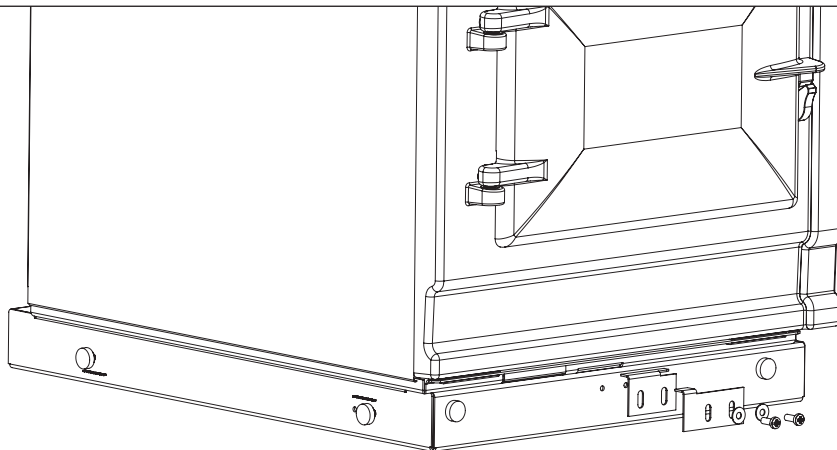
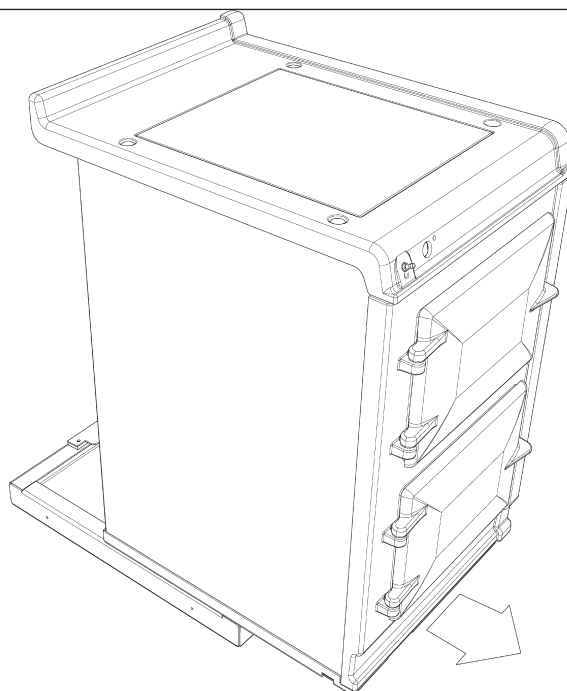

Fig. 5.1
Fig. 5.2
1. Maak de hotcupboard los van de plint door de twee schroeven en de beugel van de plint te halen (**Fig. 5.1**) en de hotcupboard naar voren en van de achterste bevestigingsklem weg te schuiven (**Fig. 5.2**).